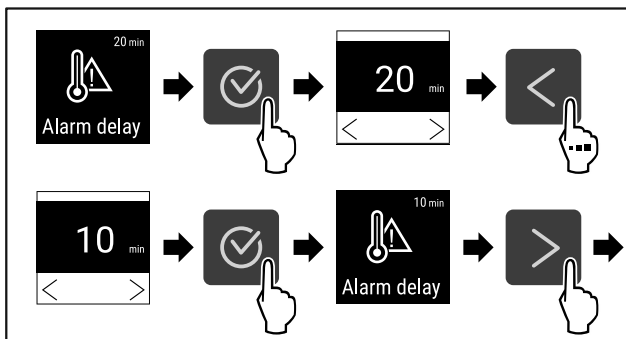

Fig. 99
- ▶ Wykonać czynności (patrz Fig. 99).